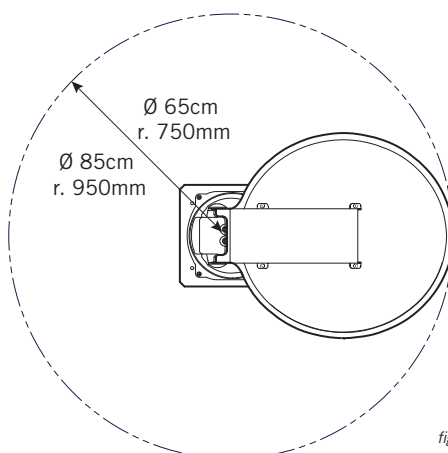

fig.3
- Alle elementen op het dak (b.v. klimaatregelaars, dakramen, bagagedragers, enz.), zich buiten het werkbereik van de schotel bevinden (*fig.3*).